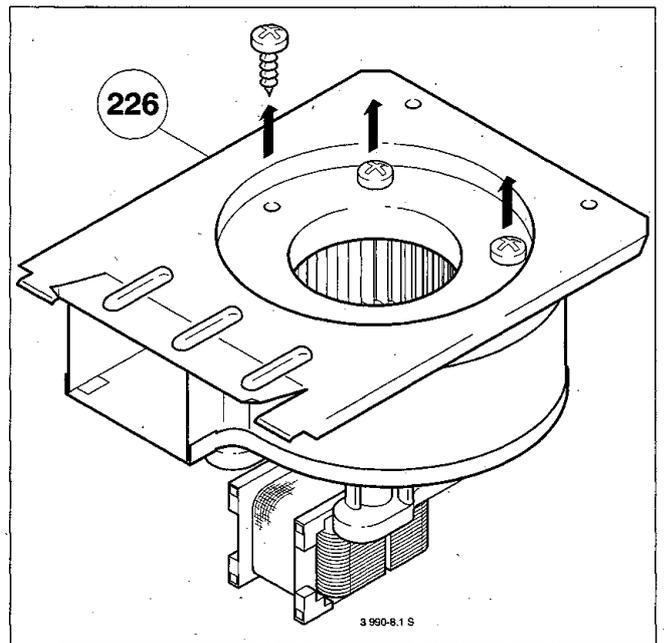

Bild 8
- 3 Schrauben an der Saugseite des Abgasventilators (226) herausdrehen (Bild 8)